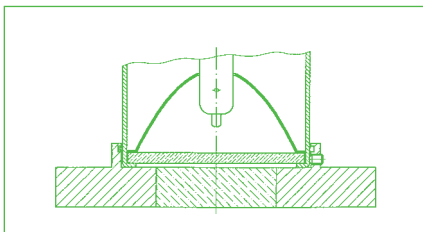

Abb. 2
2. Alternativ kann die Leuchte auch in einen Bördel, der den Außenmantel der Leuchte umschließt, eingesetzt und arretiert werden. Die Abdichtung zum Lichtglas erfolgt ebenfalls über eine O-Ring-Dichtung (siehe Abb. 2).